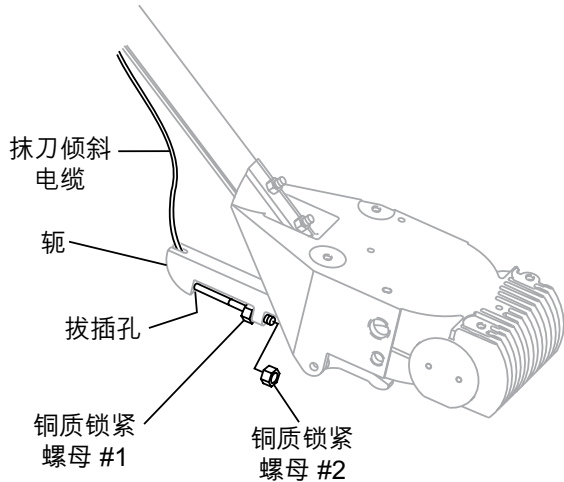

图12. 倾斜电缆连接附件
5. 将电缆末端穿进拨叉孔(图12)。手动拧紧#1铜质锁紧螺母，使电缆没有松弛部分。